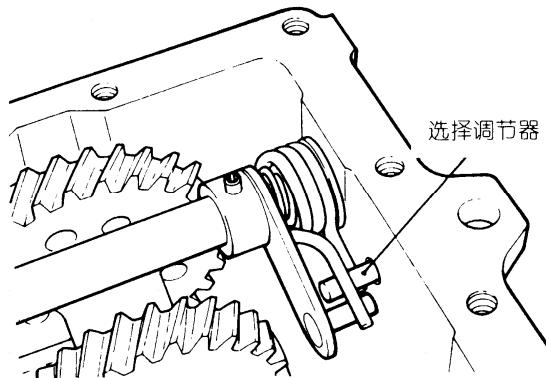
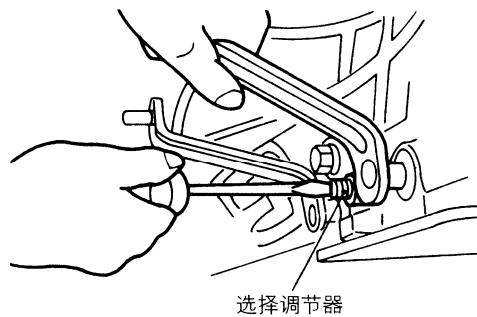

图3-81 安装选择调节器
图3-82 拧松选择调节器
(28) 安装调整臂弹簧销时,用专用工具敲入调整臂的弹簧销。
(29) 如图3-81所示,安装选择调节器,要使它的端部位于回位弹簧的中间。把选择调节器向内拧到底。如图3-82所示,拧松选择调节器,一直拧松到当换档轴动作时要能灵活平稳地进行换档。用锁紧螺母锁紧选择调节器。注意在调整选择调节器时,不要使它向后退出两圈以上。